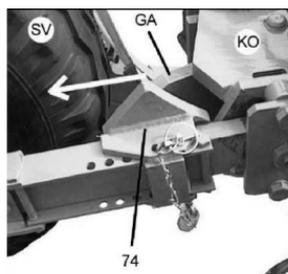

Рисунок 5.2.10
- 8 Повернуть раму плуга в среднее положение, расстопорить упор 74 опорного колеса SV, переместить его в направлении стрелки и снова застопорить (рисунок 5.2.10).